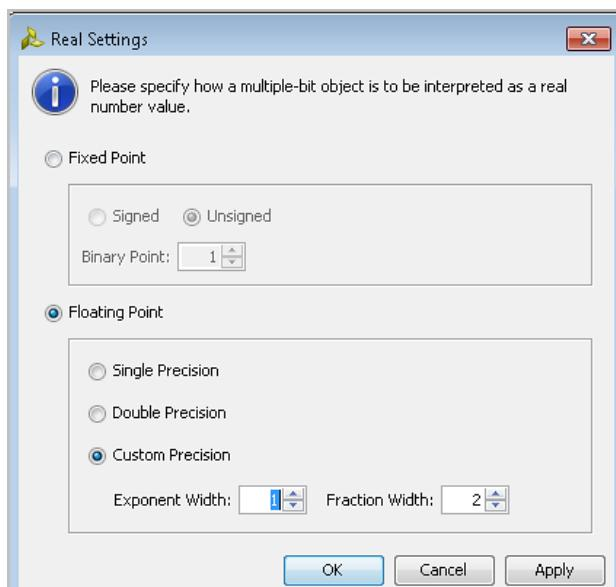

図5-6:[Real Settings]ダイアログボックス
- 実数基數を使用すると、バスの値は固定小数点または浮動小数点の実数として処理されます。これは、82ページの図5-6に示す[Real Settings]ダイアログボックスの設定によって決まります。